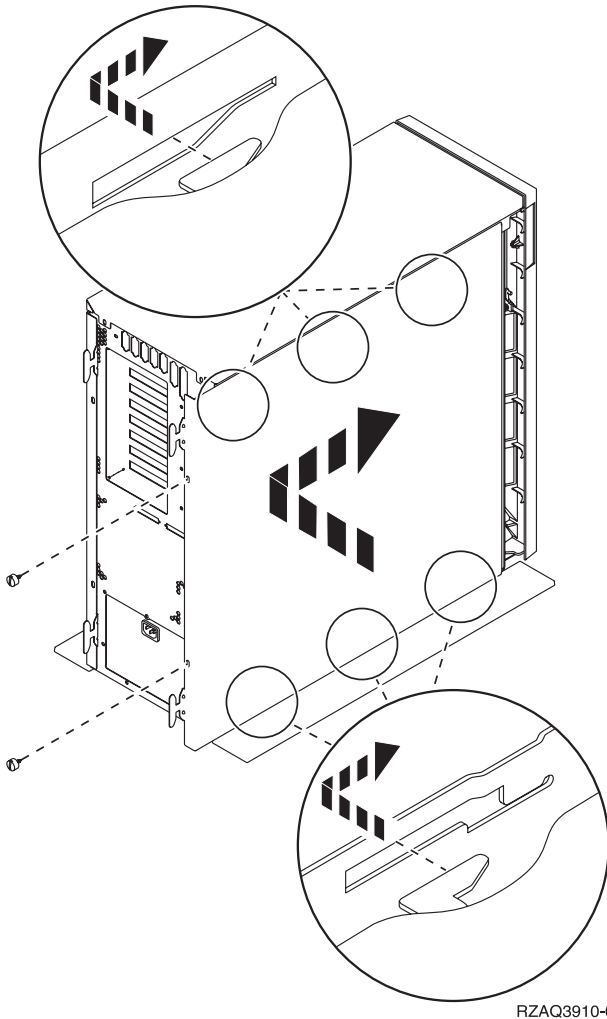

Abbildung 7. Seitenabdeckung der Systemeinheit installieren
- \_\_\_ 9. In **Abb. 7** wird gezeigt, wie die Seitenabdeckung der Systemeinheit installiert wird. Richten Sie die Laschen am oberen und unteren Rand aus. Drücken Sie auf die Abdeckung, bis alle Laschen korrekt in den Kerben sitzen. Schieben Sie die Abdeckung bis zum Anschlag zur Vorderseite der Systemeinheit. Setzen Sie dann die Schrauben ein.